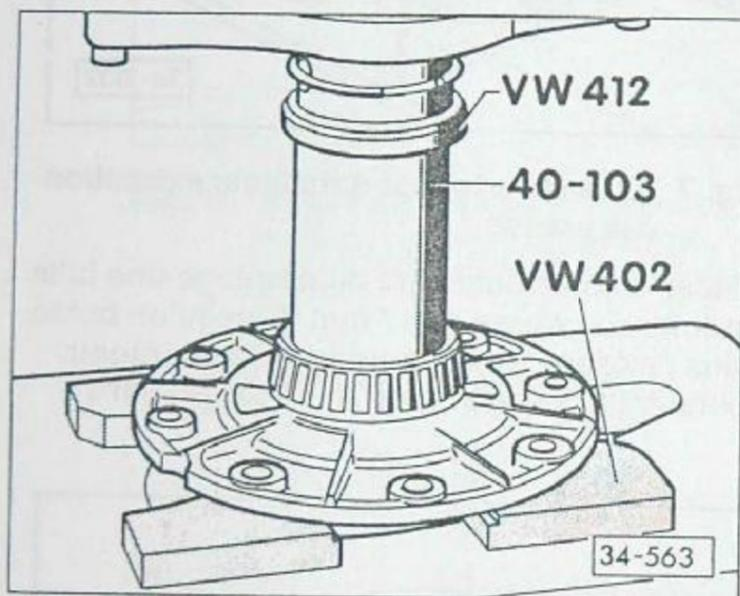

Fig. 10 Bague intérieure/roulement à rouleaux coniques: échauffement à environ 100° C, mise en place et enfouissement à la presse
- Emmancher à la presse – fig. 10